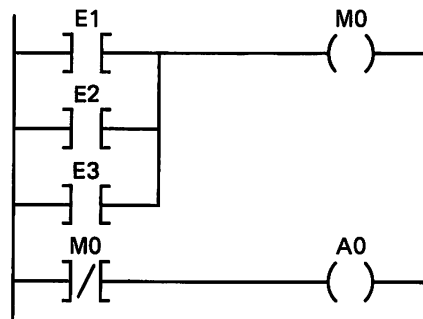

Bild F 8.1
b) Bild F 8.1 zeigt den Kontaktplan